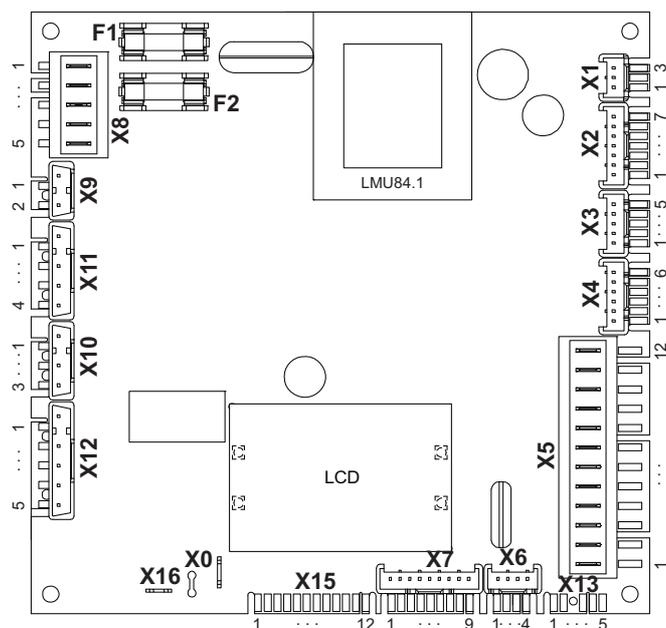

Figura 4-15 Scheda elettronica della regolazione
Tab. 4-3 Assegnazione collegamenti scheda elettronica pannello di comando (legenda di figura 4-15)
- Posare i cavi della sonda (cavo a 2 fili, sezione minima 1 mm²) e collegarli alla regolazione di ROTEX GW alla morsettiera a listello **X5** e ai **collegamenti 11 e 12** (v. figura 4-15).